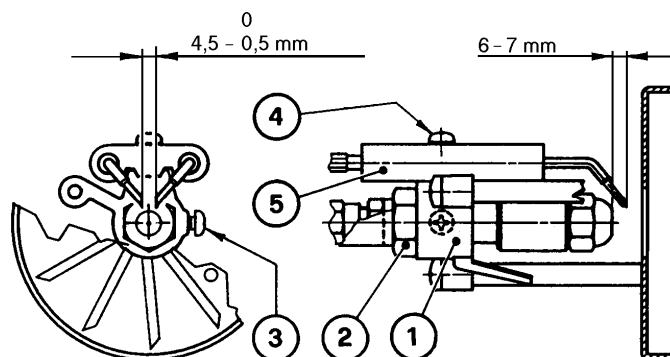

Fig. 2
Die Zündkabel (4) von den Elektroden abnehmen, den Stauscheibenhalter vom Düsenstock (1) herausnehmen, nachdem die Schraube (3, Abb. 2) gelockert wurde.